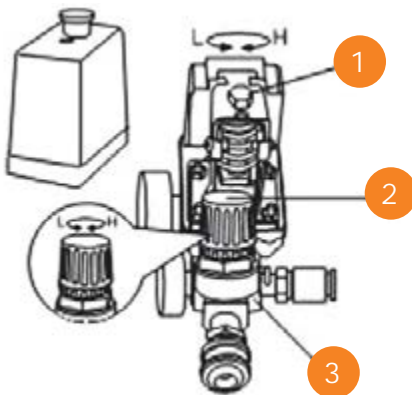

Рис. 4
- Номінальний тиск встановлено на заводі. Зміна цього значення має бути проведена акуратно, при вимкненому двигуні (Рис. 4).
- Вихідний тиск повітряного компресора можна регулювати за допомогою регулюючого клапана (Рис. 4).